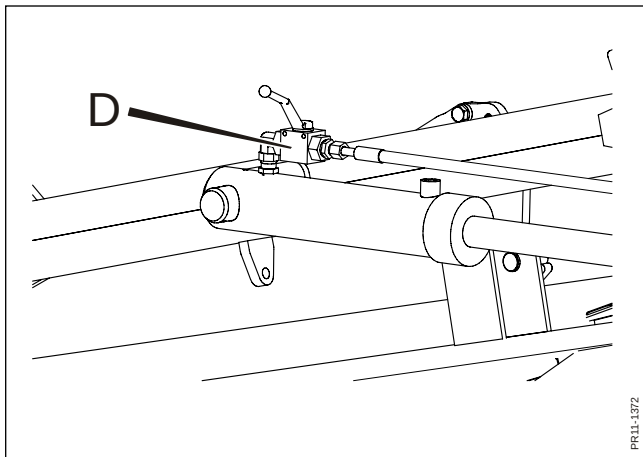

Fig. 3-7
- Fig. 3-7**
- Fig. 3-7** Relever la machine.